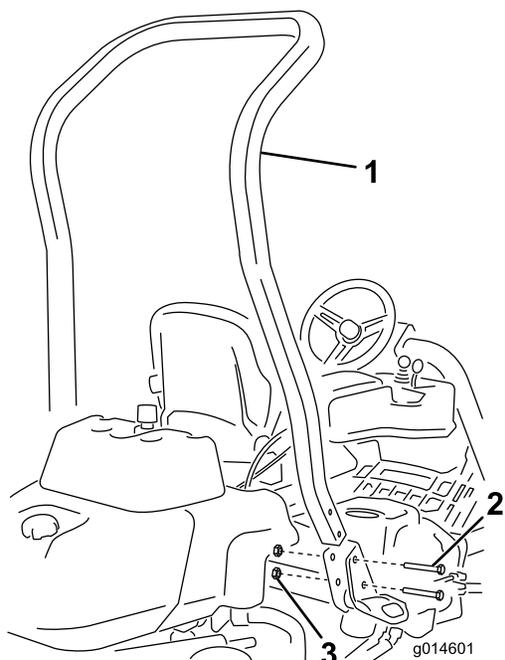

图3
3. 使用 4 个螺栓 (1/2 x 3-3/4 英寸) 和 4 个凸缘螺母 (1/2 英寸) 将翻车保护杆安装到机器两侧的卡槽中 (图3)